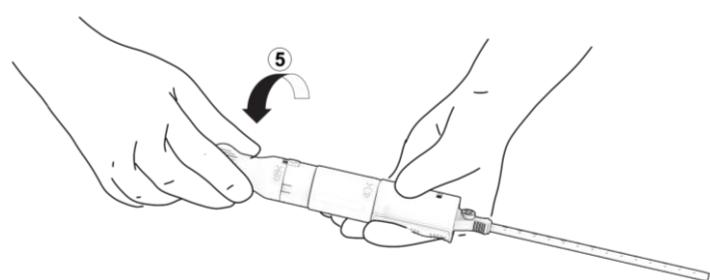

Figura 16. Desbloqueo del implante.
- a. Coloque la mano libre en la leva de desbloqueo, marcada con el número «5», y rote parcialmente esta empuñadura 90° en el sentido indicado hasta las primeras marcas de alineación. Figura 16. El implante se encuentra ahora en la configuración de despliegue completo, pero aún sigue conectado al mango del dispositivo.